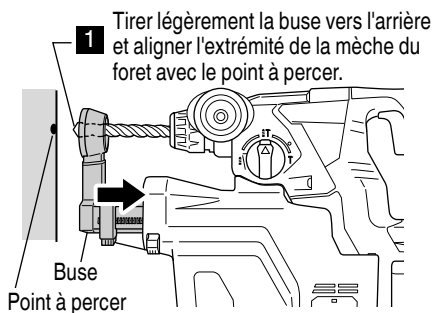

Fig. 10
4. Perçage (Fig. 10, 11, 12)
- (1) Saisir la buse avec la main et la tirer légèrement vers l'arrière, puis aligner l'extrémité du foret avec l'endroit à percer. (Fig. 10)